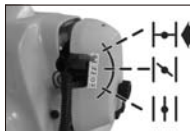

Рисунок 9С
2. Данный инструмент оснащен воздушной заслонкой, которую можно установить в 3 положения: ПОЛНОСТЬЮ ЗАКРЫТОЕ (I+I), НАПОЛОВИНУ ОТКРЫТОЕ (I~I), и РАБОЧЕЕ (I+I). Переведите рычаг воздушной заслонки в ПОЛНОСТЬЮ ЗАКРЫТОЕ положение (I+I). (рис. 9С)
3. Установите фиксатор дросселя (С). Опустите вниз фиксатор (А) и затем, удерживая кнопку газа (В) в частично открытом положении, нажмите и удерживайте фиксатор дросселя (С). Отпустите кнопку газа (В). Кнопка газа (В) теперь будет находиться в частично нажатом положении (рис. 9В).